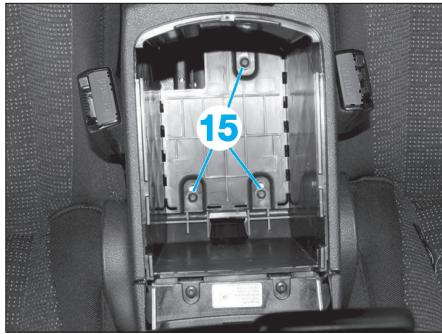

Fig. 9
- Déposer les vis (15) (Fig.9).